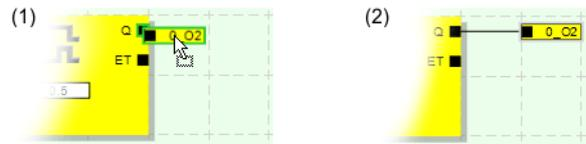

Figure 5-10 Raccordement de signaux non raccordés à des composants ou des fonctions
1. Cliquez avec le bouton gauche de la souris sur le (double) signal ou la constante à relier et maintenez le bouton de la souris enfoncé (voir Figure 5-10).
2. Déplacez l'objet sur le point de connexion cible souhaité. Relâchez le bouton de la souris, lorsque les signaux et surfaces de connexions affectés sont encadrés en vert (voir Figure 5-10, n° (1)).